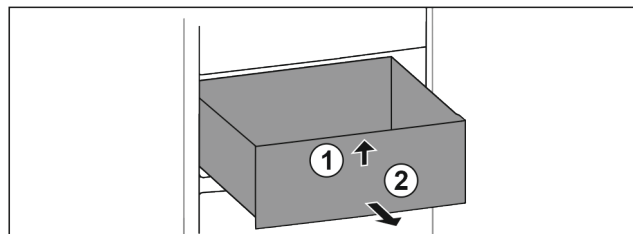

Fig. 19
- ▶ Soulever la partie avant du tiroir. Fig. 19 (1).
- ▶ Retirer le tiroir par l'avant. Fig. 19 (2)